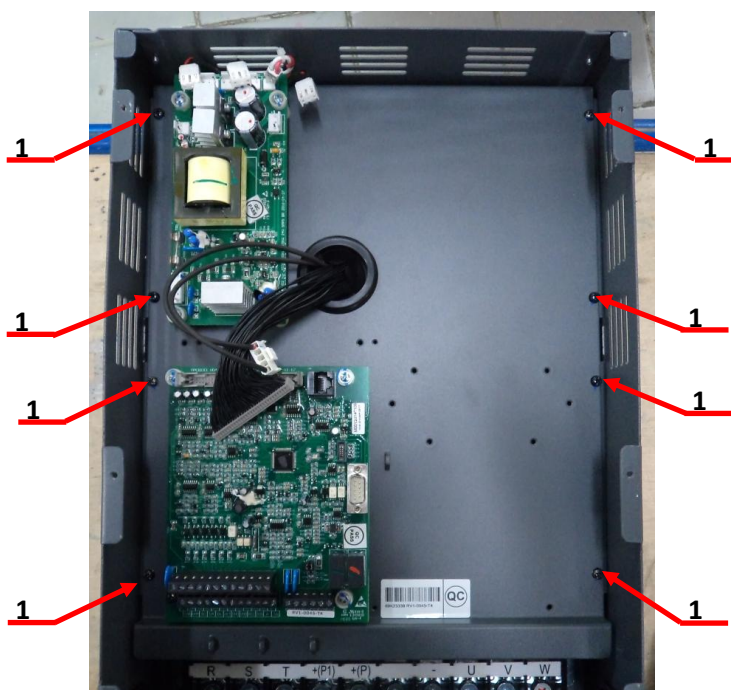

Рис.7.28
- 7.8.2. Закрепить монтажную панель, используя 8 винтов поз.1 (рисунок 7.28).